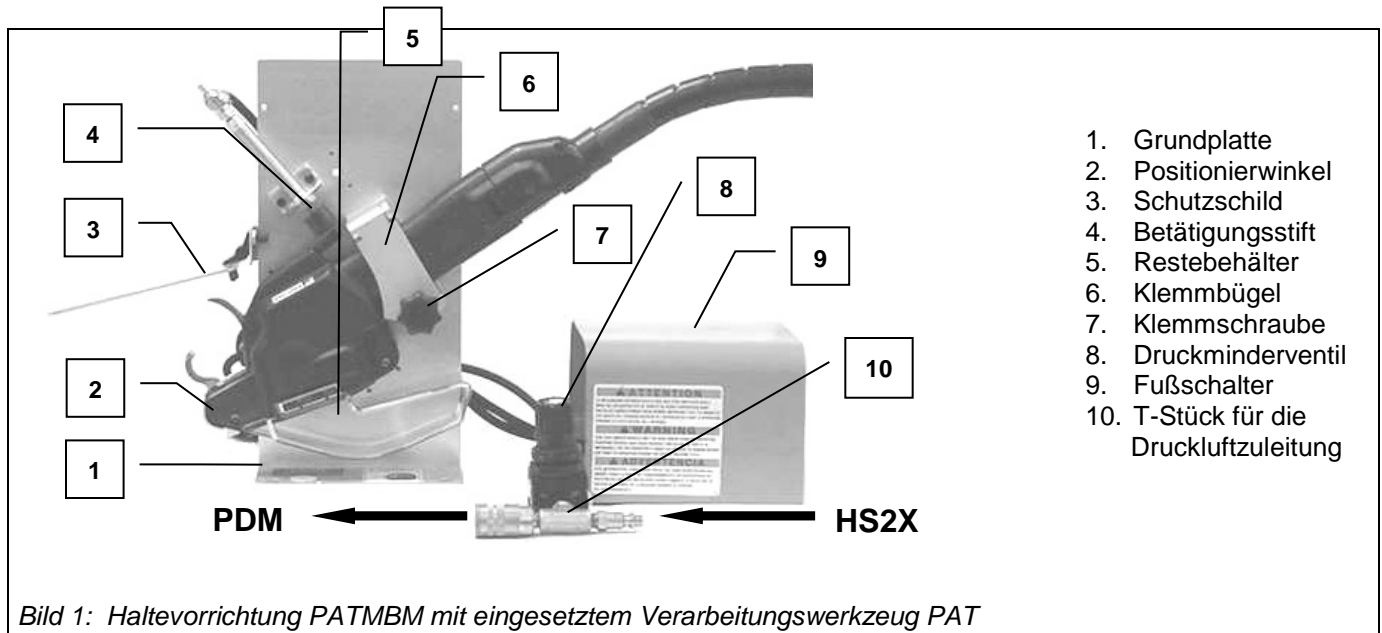

Bild 1: Haltevorrichtung PATMBM mit eingesetztem Verarbeitungswerkzeug PAT
1. Lösen Sie die Klemmschraube (7) und klappen Sie den Klemmbügel (6) zur Seite.
2. Positionieren Sie das PAT in der Haltevorrichtung. Die Klauen müssen nach oben zeigen und das PAT im Positionierwinkel (2) eingesetzt werden.
3. Schieben Sie das PAT bis zum Anschlag und achten Sie darauf, daß sich der Betätigungsstift (4) oberhalb des Auslösers vom PAT befindet.
4. Schließen Sie den Klemmbügel (6) und verriegeln Sie ihn anschließend mit der Klemmschraube (7).
5. Justieren Sie das Schutzschild (3) für das jeweils verwendete Werkzeug PAT1M bzw. PAT1.5M.
6. Verbinden Sie das T-Stück (10) mit der Druckluftzuleitung an der Rückseite des Steuergerätes PDM. Anschließend stecken Sie die Druckluftzuleitung des Druckminder-/Filtersystems HS2X an das T-Stück (10).
**Hinweis:** Der Restebehälter (5) muß **immer** nach spätestens 180 Stück Kabelbinderreste entleert werden, da sonst die Kabelbinderreste die Auswurföffnung blockieren. Dies führt zu Störungen. Wenn sehr viele Kabelbinder verarbeitet werden, empfiehlt es sich, den Restebehälter (5) zu entfernen und dafür einen größeren Behälter unterhalb die Auswurföffnung zu stellen.
- Das Schutzschild (7) muß, wie im Bild 1 dargestellt, für das jeweils verwendete Verarbeitungswerkzeug PAT1M bzw. PAT1.5M justiert werden, damit der Anwender nicht von eventuell herausfliegenden Kabelbindern verletzt wird.